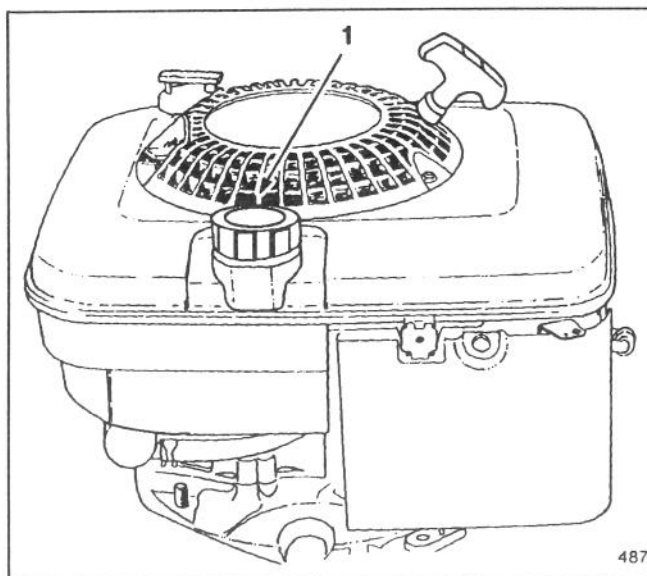

Figure 5
1. Nettoyer le pourtour de l'orifice de remplissage et retirer le bouchon (Fig. 5). Ne pas remplir le réservoir